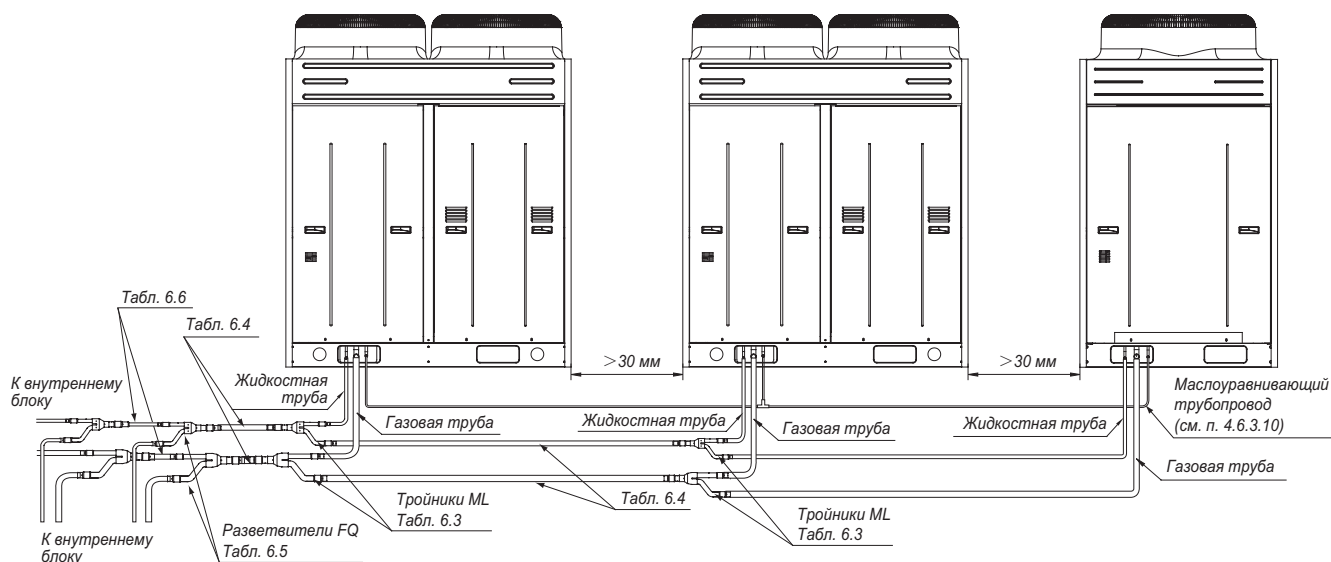

Рис. 6.2
6.3.1 На рис. 6.2 показаны таблицы в которых указаны параметры диаметров труб, разветвителей FQ и тройников ML.
6.3.2 При модульной компоновке наружных блоков применяются комплекты тройников для газовой и жидкостной труб ML01/A и ML02/A см. рис. 6.2 и таблицу 6.3.
6.3.3 Диаметр труб между тройниками ML (рис. 6.2) согласно таблице 6.4.
6.3.4 Диаметр труб подключаемых непосредственно к наружным блокам (рис. 6.2) согласно таблице 6.5.
6.3.5 Диаметр трубы на выходе из наружных коммутированных модулей (рис. 6.2) согласно таблицы 6.6.
6.3.6 Для развода фреоновых трубок трассы от наружного блока к внутренним применяются специальные тройники FQ (разветвители), см рис. 6.2 и 6.3.
6.3.10 Для межблочного маслоуравнивающего трубопровода (рис. 6.2) применяется медная трубка диаметром 1/2" и тройники соответствующего диаметра (приобретаются потребителем).